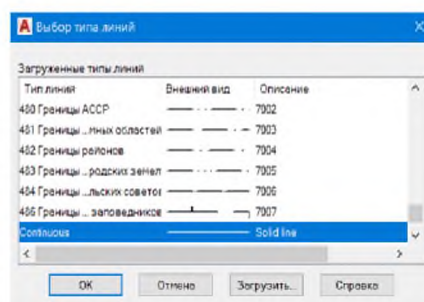

Рисунок 7 – Діалогове вікно **Выбор типа линий**
6. Клацніть по полю **Тип ліній слоя**. Відкриється діалогове вікно **Выбор типа линии** (рис. 7)